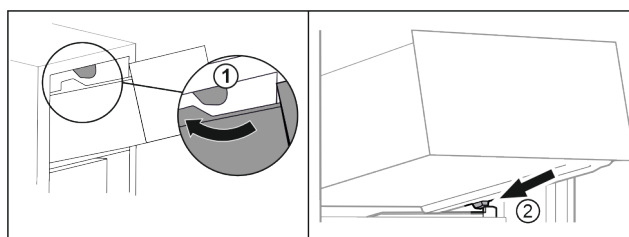

Fig. 65
- ▶ Før skuffen omkring de øverste stop. Fig. 65 (1)
- ▶ Sæt skuffen skrånende bag de nederste stop på beholderristen. Fig. 65 (2)